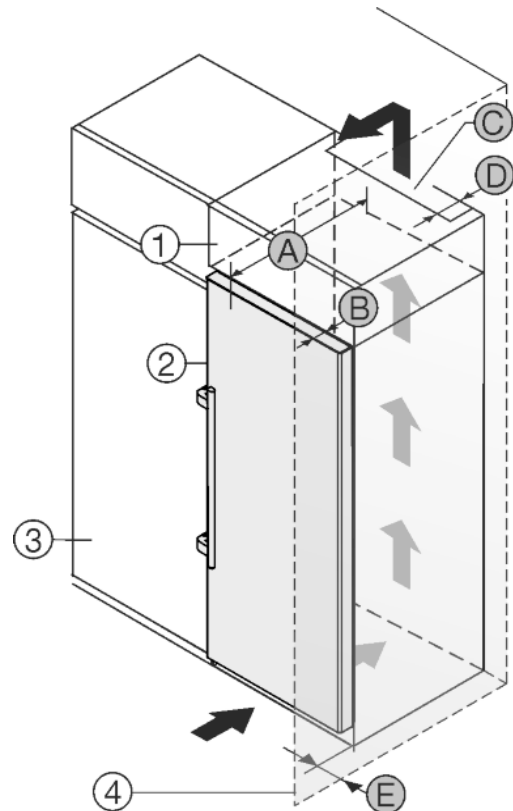

Fig. 19
Das Gerät kann mit Küchenschränken umbaut werden. Um das Gerät Fig. 19 (2) der Küchenzeilenhöhe anzugleichen, kann über dem Gerät ein Aufsatzschrank Fig. 19 (1) angebracht werden.
Das Gerät kann direkt neben dem Küchenschrank Fig. 19 (3) aufgestellt werden. Um die Türe vollständig öffnen zu können, muss das Gerät um die Tiefe Fig. 19 (B) gegenüber der Küchenschrankfront vorstehen. Abhängig von der Tiefe der Küchenschränke und Verwendung von Wandabstandhaltern kann das Gerät weiter herausragen.
- An der Rückseite des Aufsatzschrankes muss ein Abluftschacht mit der Tiefe Fig. 19 (D) über die gesamte Aufsatzschrankbreite vorhanden sein.
- Unter der Raumdecke muss der Entlüftungsquerschnitt Fig. 19 (C) eingehalten werden.
Wenn das Gerät mit den Scharnieren neben einer Wand Fig. 19 (4) aufgestellt wird, muss der Abstand Fig. 19 (E) zwischen Gerät und Wand eingehalten werden. Dies entspricht dem Griffüberstand bei geöffneter Tür.